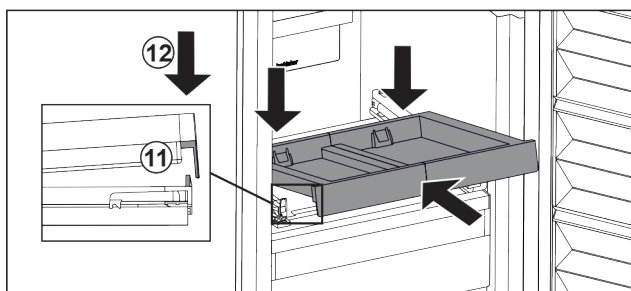

Fig. 88
- ▶ Skjut in i vinkel. Kontrollera att stoppet befinner sig på båda sidorna bakom fliken. Fig. 88 (11)
- ▶ Sätt ned utdragshyllan framtill. Fig. 88 (12)